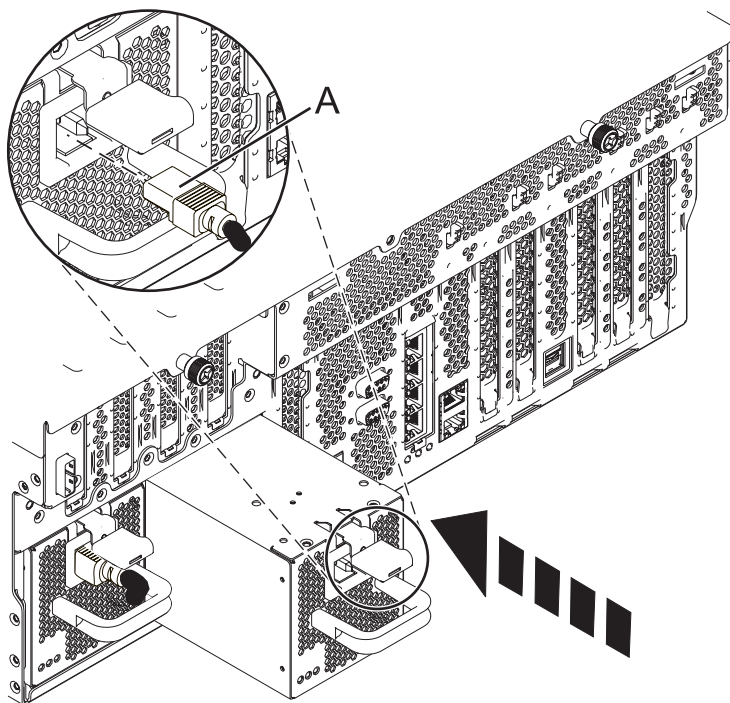

Figure 6. Remplacement d'une alimentation électrique
4. Insérez l'alimentation électrique jusqu'à ce que le taquet de verrouillage s'emboîte dans son logement comme indiqué dans la figure 6, à la page 9.